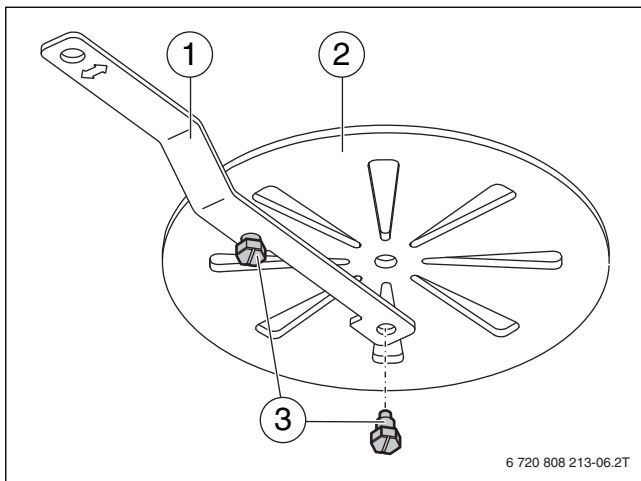

Bild 23 Bedienhebel an den Rundrost schrauben
- Bedienhebel [1] von unten (Ascheraum) an den eingelegeten Rundrost [2] schrauben. Der Bedienhebel muss nach oben zeigen. (Bild 23 zeigt die Befestigung des Bedienhebels am Beispiel des ausgebauten Rundrosts).